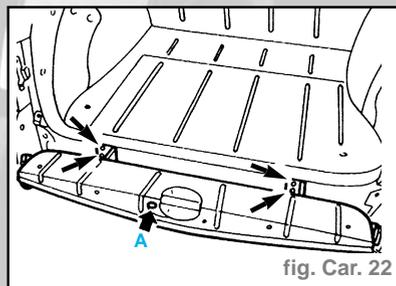

fig. Car. 22
- En agissant sur le poussoir (A) faire descendre le pare-chocs (fig. Car. 22).